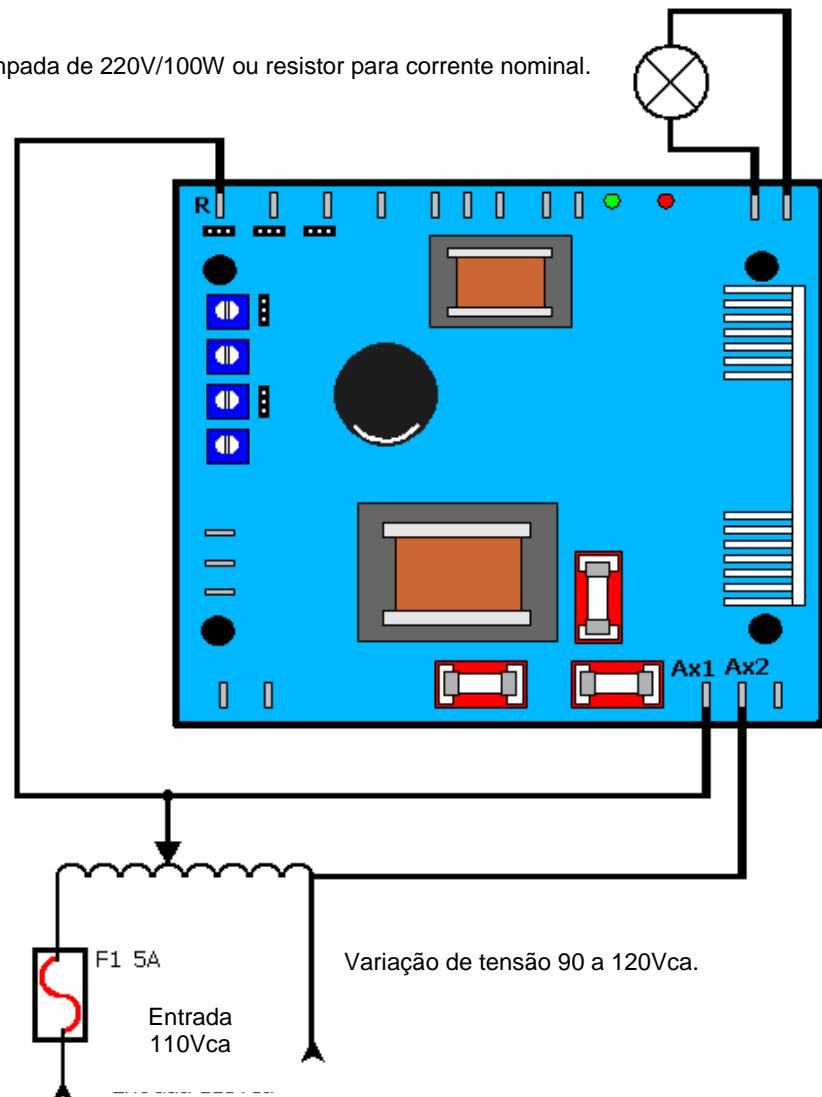

Figura 24.1 – Conexão do Regulador Sem Gerador.
1. A tensão da lâmpada deve ser igual ou superior à tensão aplicada na entrada. A figura 24.1 apresenta um exemplo utilizando uma lâmpada de 220V/100W.